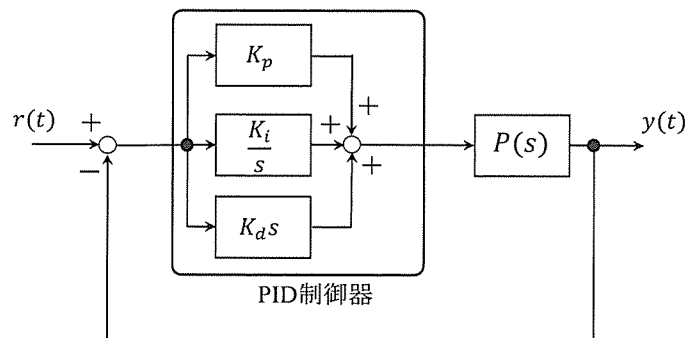

図 3
- (2) 一次遅れ系 $P(s) = \frac{1}{1+4s}$ に PID 制御を施したフィードバック制御系を図 3 に示す。目標値 $r(t)$ として単位ステップ入力を加えた時の出力が $y(t) = 1 - e^{-t}$ となった。このときの PID 制御のゲイン K_p, K_i, K_d を求めよ。